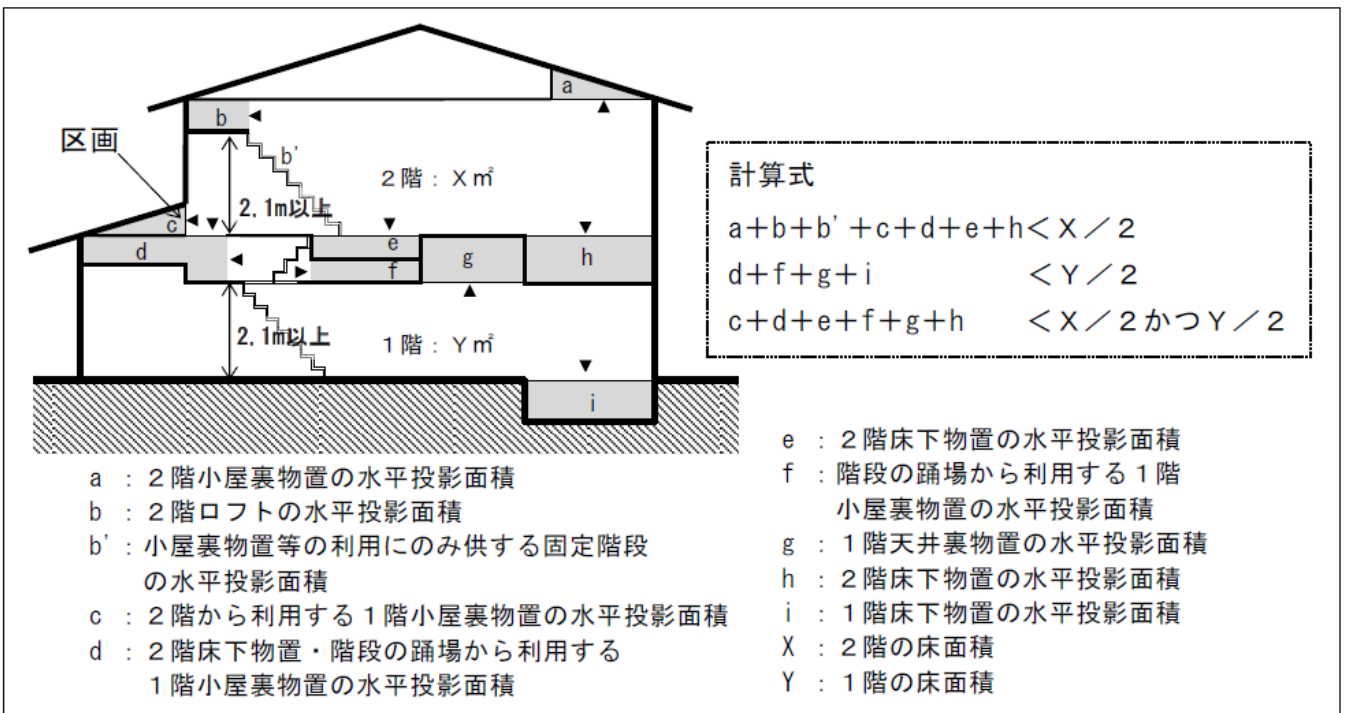
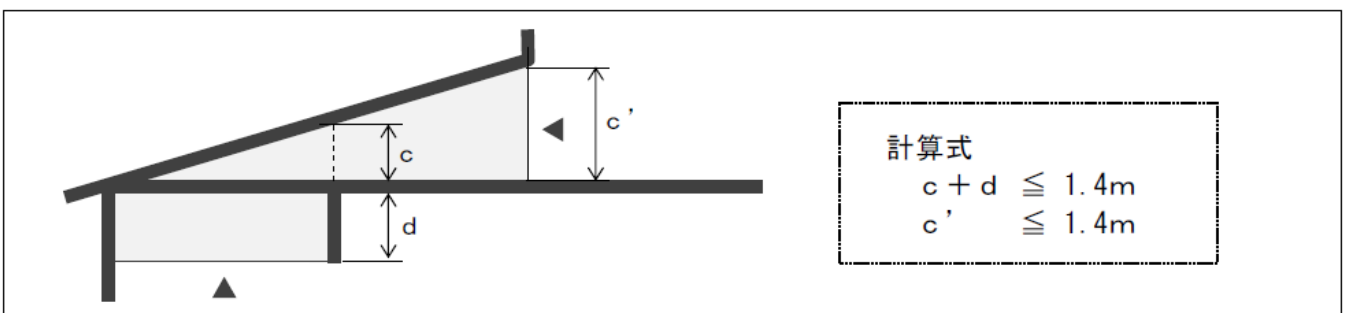

図6-1 階とみなさない小屋裏物置等の条件
図6-2 上下に連続する小屋裏物置等における合計の内法高さの算定方法
- ① 一の階から利用する小屋裏物置等の部分の水平投影面積の合計（共同住宅等にあつては各住戸単位で算定）が、当該小屋裏物置等を利用する階の床面積の1/2未満であること。また、階の中間に設ける小屋裏物置等の部分の水平投影面積の合計が、その接する上下それぞれの階の床面積の1/2未満であること。なお、床面に高低差があつて、その床面の差が1.4mを超える場合は、小屋裏物置等の水平投影面積の算定上は別の階とみなして算定する。
- ② 小屋裏物置等の最高の内法高さが1.4m以下であること。また、上下階にそれぞれ小屋裏物置等が存在し、上下に連続する小屋裏物置等にあつては、内法高さの合計が1.4m以下であること。（図6-2）
- ③ 階の中間に設ける小屋裏物置等については、当該部分の直下が居室である場合、当該居室の天井高さは2.1m以上であること。
- ④ 小屋裏物置等に窓等を設ける場合は、当該小屋裏物置等の床面積の1/20以下であること。ただし、当該小屋裏物置等が上下に接する場合には、その水平投影面積の1/20以下であること。
- ⑤ 図6-1のCのように、小屋裏物置等を水平投影した部分が、当該小屋裏物置等を利用する階の床面積に算入されていない場合は、当該小屋裏物置等とその他の部分が、床、天井、壁、戸等で区画されていること。